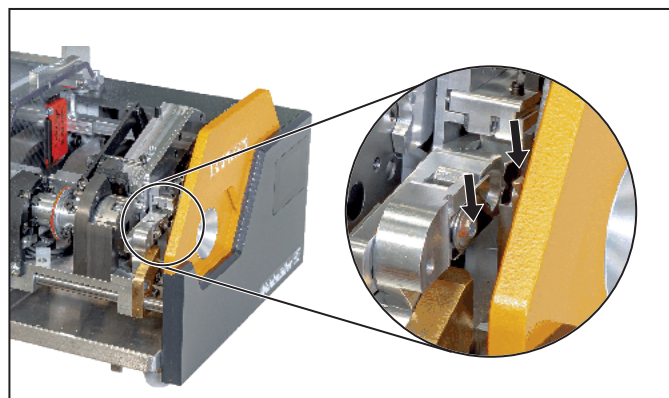

Imagen 8.1 Sustitución de las cuchillas pelacables
- Retire los tornillos de fijación de ambos pares de cuchillas, véase Imagen 8.1.